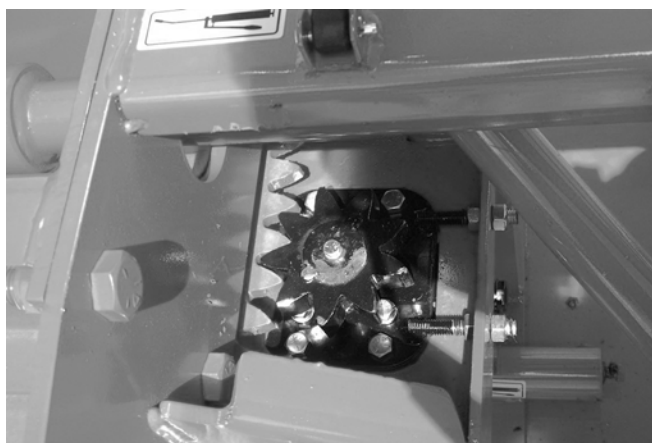

Figure 23
- 4) À l'aide des tendeurs, ajuster la distance entre les dents des engrenages afin qu'elles soient le plus près possible mais sans qu'il y ait de pression de l'une sur l'autre (Fig. 23).